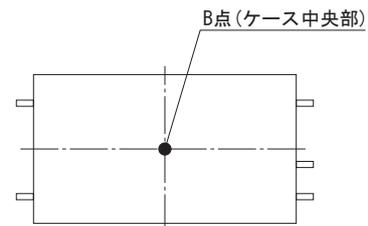

図7.2 強制通風時の温度測定箇所（ケース上面）
②SUC1R5
■強制通風時（1m/s）は、図7.2のB点の温度が95℃以下となるように通風して、ご使用ください。